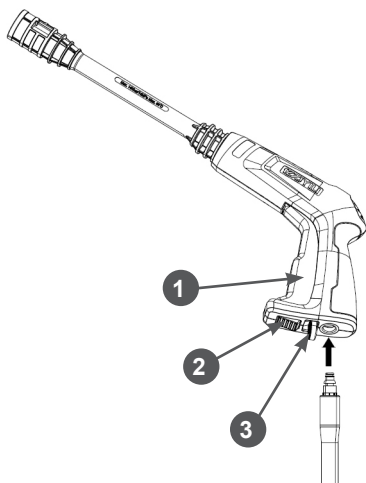
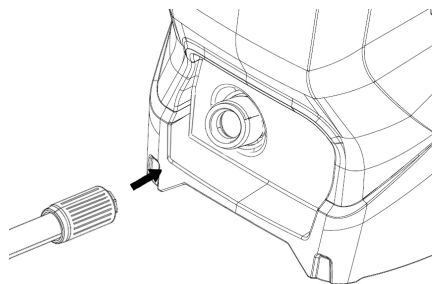

Рис. 4 Соединение пистолета и шланга высокого давления
Рис. 5 Подключение шланга высокого давления (НР3141)
5. С помощью быстроразъемного соединения подключите шланг высокого давления к пистолету (Рис. 4), будет слышен щелчок, когда он встанет на место. Чтобы отсоединить шланг высокого давления, нажмите фиксатор 3 на пистолете. Заблокируйте рычаг включения 1 фиксатором 2 от случайного включения (Рис. 5)
6. Подсоедините шланг высокого давления к выходному штуцеру (Рис. 5). Для этого конец шланга установите напротив выходного штуцера и прижмите к нему, гайку шланга крепко закрутите рукой по часовой стрелке.